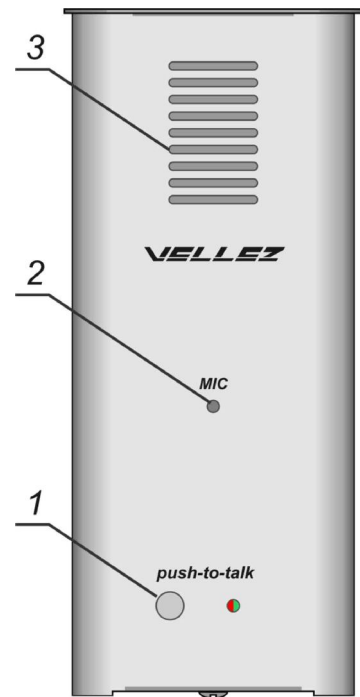

Рисунок 4
9.4 Розміщення органів керування на передній панелі модуля виклику наведено на рис. 4.